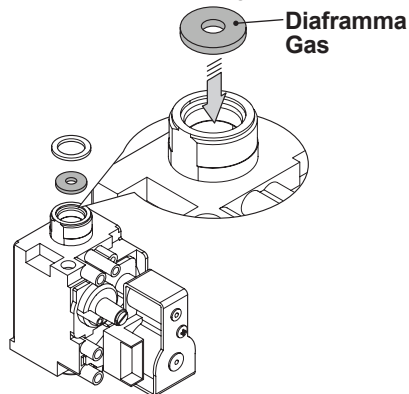

Figura 8.2
- Eseguire la trasformazione del tipo di gas sostituendo correttamente il diaframma gas (Figura 8.2), facendo riferimento alla sezione "Dati tecnici M260V.1616 SV" a pagina 24, "Dati tecnici M260V.2025 SV" a pagina 28 e "Dati tecnici M260V.3035 SV" a pagina 32.